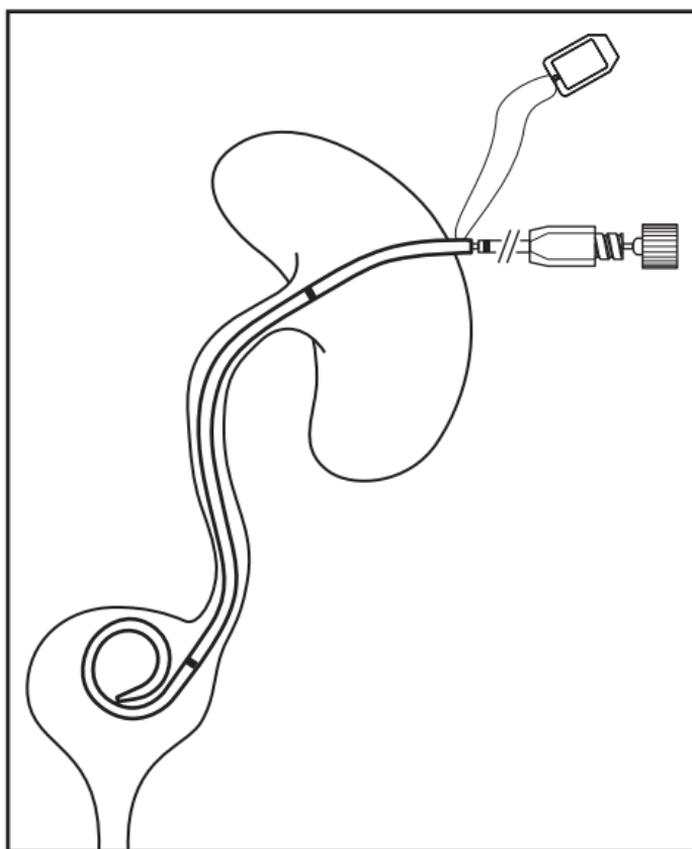

Figure 3. Introduction du système de stent
4. Introduire le stent, le stabilisateur et la canule de raidissement flexible sur le guide et dans le système collecteur rénal. Voir la figure 3.